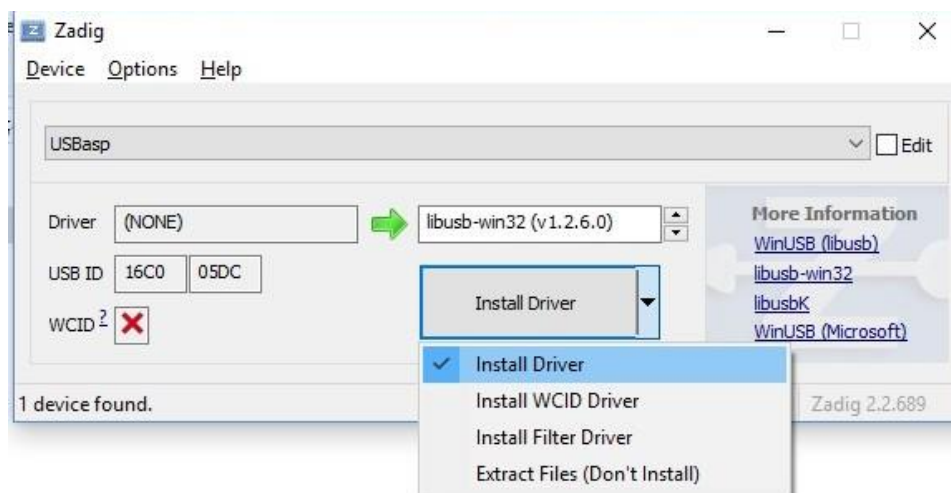

Figura 3
- 4) Selecionar dispositivo "USBasp" e driver "libusb-win32" e clicar em "Install Driver" conforme Figura 3;